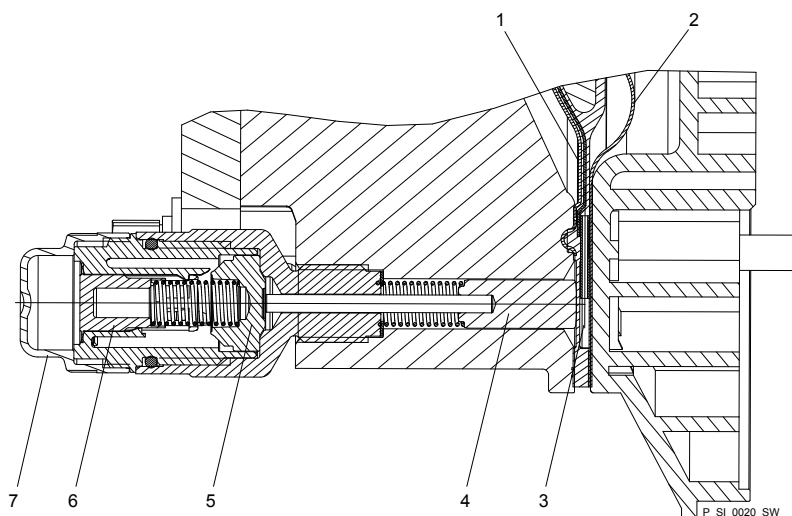

Abb. 35: Schnitt durch die Membranbruchsensoren Sigma (Ausführung "Optische Bruchanzeige")
2. Falls der Kolben des Membranbruchsensors - siehe Abb. 35, Pos. 4 - feucht oder schmutzig geworden sein sollte, ihn und die Bohrung reinigen, in der er läuft.